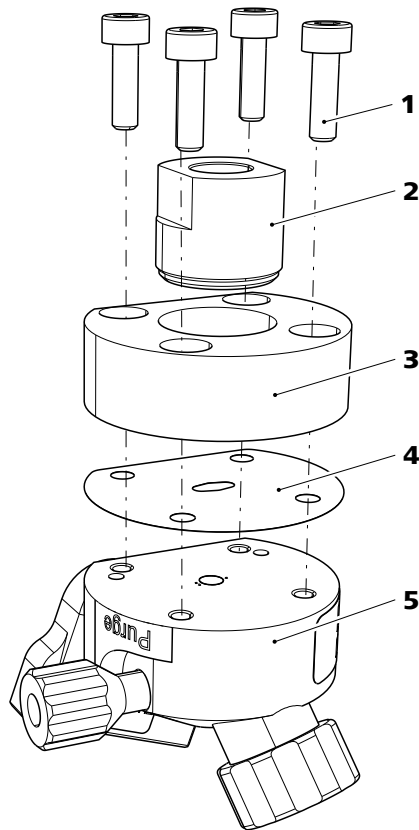

Abbildung 3 Messzelle zerlegen
- Den Messkörper wie in *Abbildung 3, Seite 16* in die Hand nehmen.